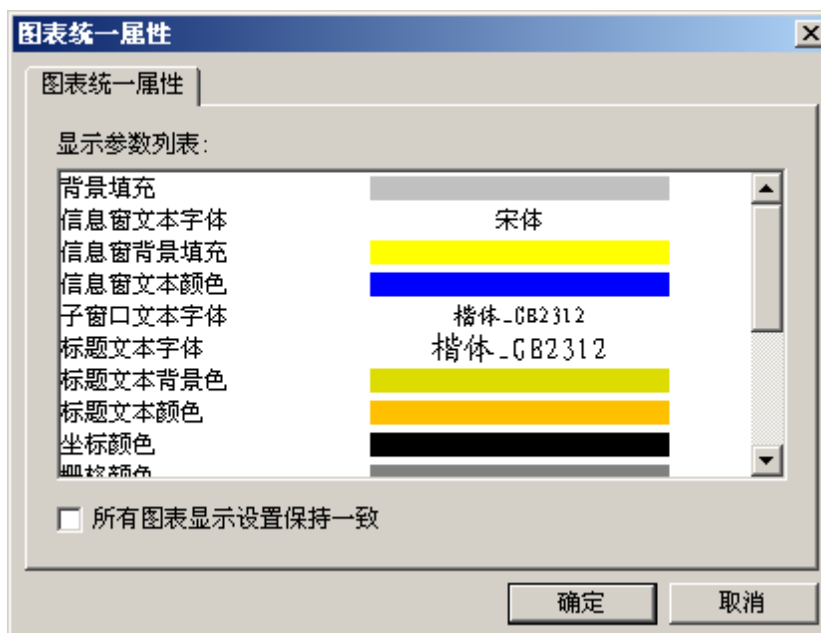

图 4.45 图表统一显示属性设置
- “图表设置”菜单的“图表统一显示属性设置”框，可配置各种图表共有的一些显示属性，包括背景色、标题、信息窗、信息文本等，如图 4.45 所示；